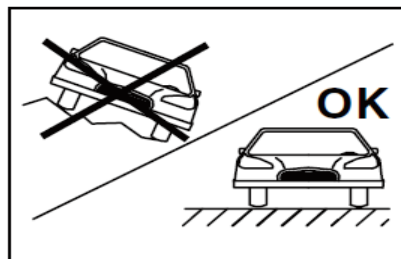

Figure 6
- Ne l'utilisez que sur des surfaces planes dures capables de supporter la charge. (voir Figure 6).